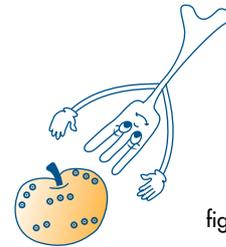

fig. 9
- 4) **Cibi con pelle, guscio o buccia (esempio: mele, patate, pomodori, wurstel, pesce) vanno forati in più punti con una forchetta in modo che il vapore possa fuoriuscire e la pelle o la buccia non scoppi (Fig. 9).**